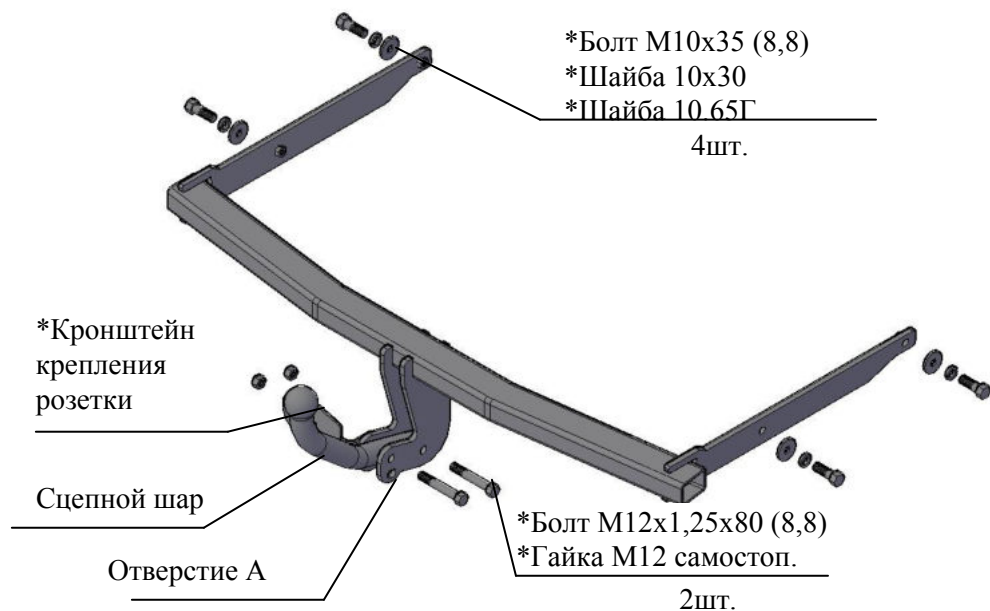

Рис.1 Тягово-сцепное устройство ТСУ 6013
2.1 ТСУ 6013 в сборе (рис.1)	1 шт.
2.2 Пакет с комплектующими (см. рис.1)	1 шт.